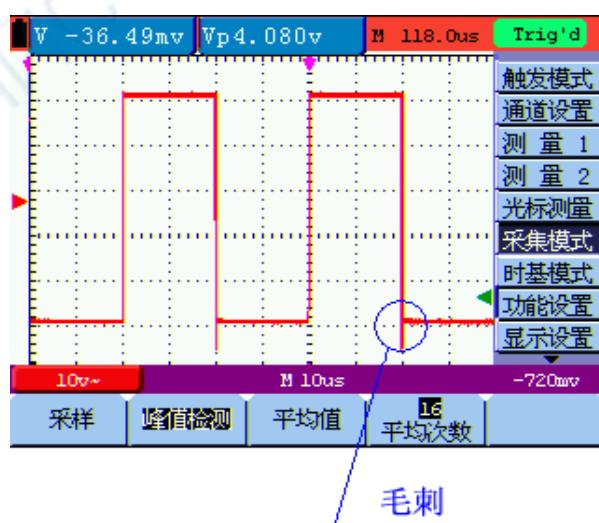

图 14: 峰值检测
3. 按 F2 键, 选择 峰值检测。这时你可以测量尖峰脉冲。见图 14: